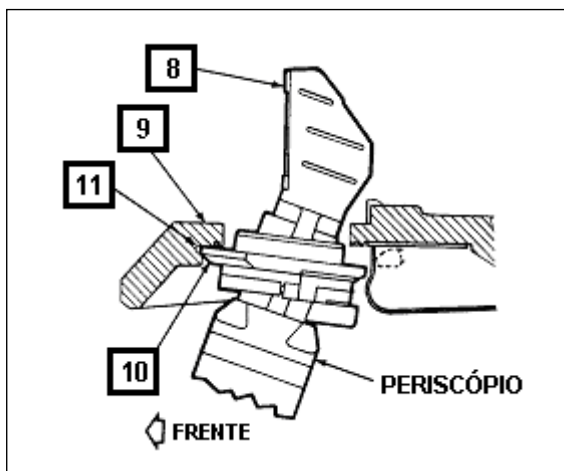

Fig 3-22. Componentes do periscópio de visão noturna
- (1) Remover a poeira com a escova para lentes.
- (2) Para remover sujeiras persistentes ou manchas, usar uma flanela dobrada para formar um chumaço e umedecido com limpador de lentes. Esfregar as lentes usando um movimento circular começando pelo centro e trabalhando até a borda. Secar as lentes com uma flanela seca, usando o mesmo movimento circular.
d. Remoção (Fig 3-22 e 3-27 a 3-29) - Travar a torre com o Can acima da escotilha do Motr. Isto prevenirá movimentos acidentais da torre enquanto se guarda o periscópio na caixa de estocagem.